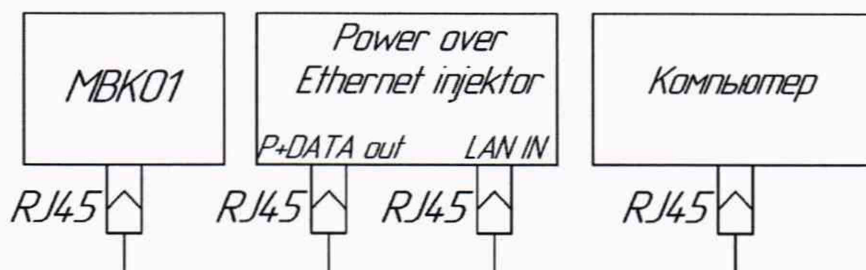

Рисунок 5-2.
2. Непосредственное соединение модуля МВК01 с компьютером – рисунок 5-2